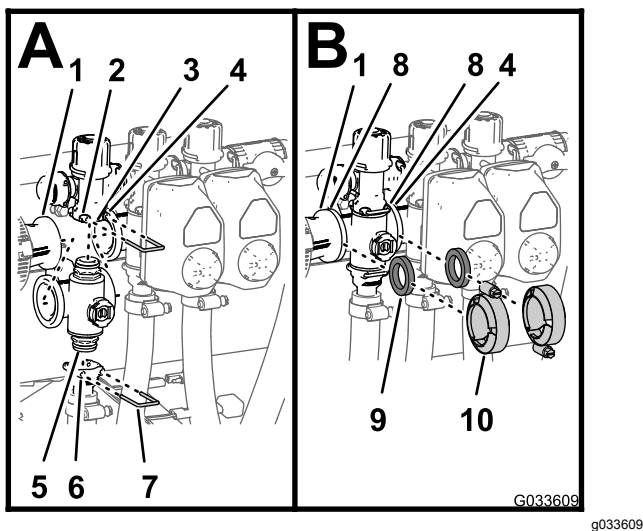

Figura 128
- Insira a união do tampão superior da válvula do coletor na união da distribuição (Figura 128 A).
2. Prenda a união do tampão à união da distribuição ao inserir uma fixação na entrada da união da distribuição (Figura 128 A).
3. Monte a união de saída na união do tampão inferior da válvula do coletor (Figura 128 A).
4. Prenda a união do tampão à união de saída ao inserir uma fixação na entrada da união de saída (Figura 128 A).
5. Alinhe uma junta entre as flanges do acoplador de redução e do coletor da válvula de secção (Figura 128 B).
6. Monte o acoplador de redução, junta e coletor da válvula de secção com uma braçadeira e aperte bem à mão (Figura 128 B).
7. Se instalar as duas válvulas de secção mais à esquerda, alinhe uma junta entre as flanges dos dois coletores da válvula de secção adjacentes (Figura 128 B).
8. Monte os dois coletores da válvula de secção adjacentes e a junta com uma braçadeira e aperte bem à mão (Figura 128 B).